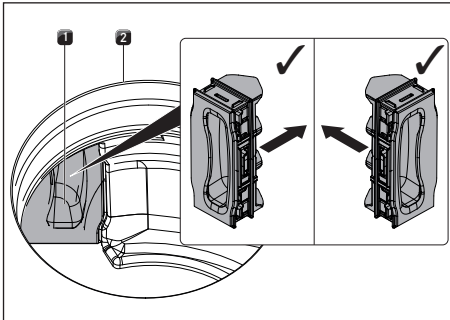

Fig. 8.10 Sette inn klaff for filterskifte
- ▶ Trykk klaffen for filterskifte på plass i åpningen til filterets apparat inne i innstrømningsåpningen (Sette inn klaff for filterskifte, se Fig. 8.10).